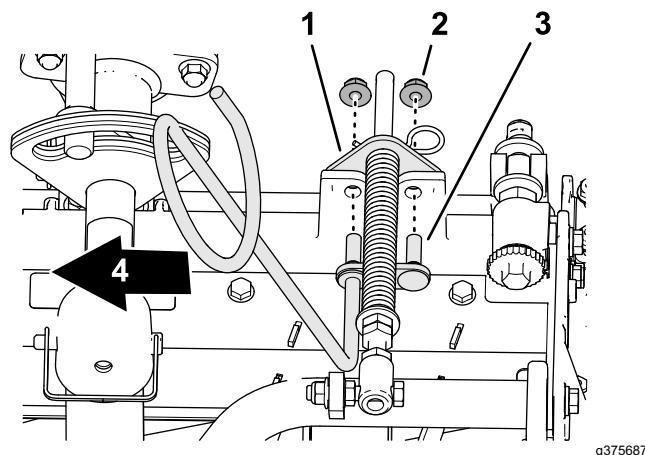

Рисунок 11
5. Совместите шпильки левой направляющей шланга с отверстиями в раме режущего блока и кронштейн компенсатора состояния грунта (Рисунок 11).